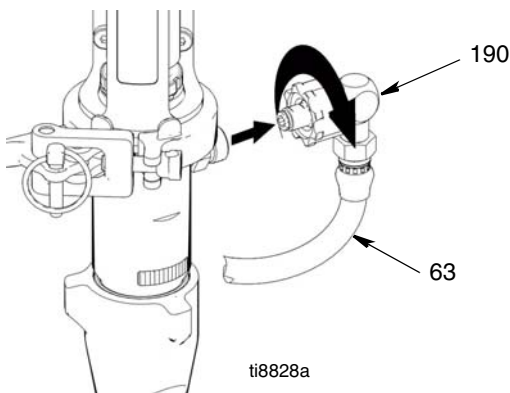

FIG. 14
4. (Fig. 14) Retire el racor de la manguera de pintura (190) y la manguera de pintura (63) del racor de la bomba.